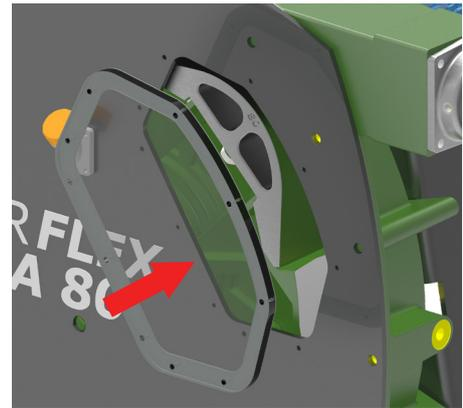

Figure 7. - Montage de la fenêtre d'inspection
3. Montez la fenêtre d'inspection, avec les boulons et le joint, sur le couvercle avant, aligné comme indiqué sur la Figure 7.